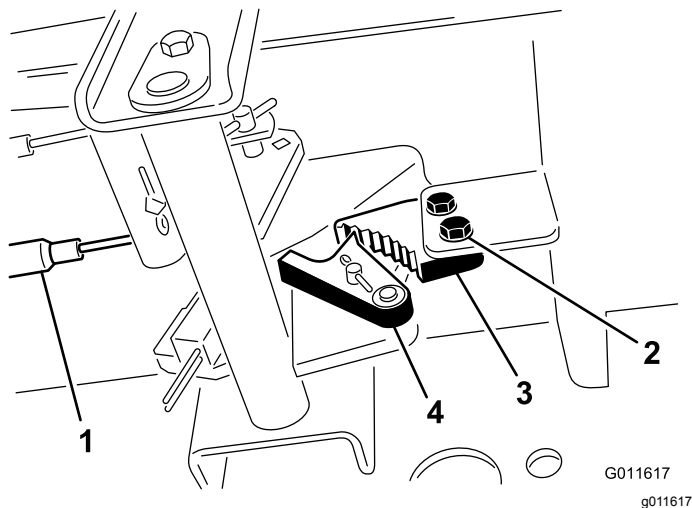

図 44
1. 駐車ブレーキのツメをフレームに固定しているねじ2本をゆるめる 図 44。
2. ブレーキのツメが戻り止めに完全に掛かるまで駐車ブレーキペダルを前に踏み込む (図 44)。